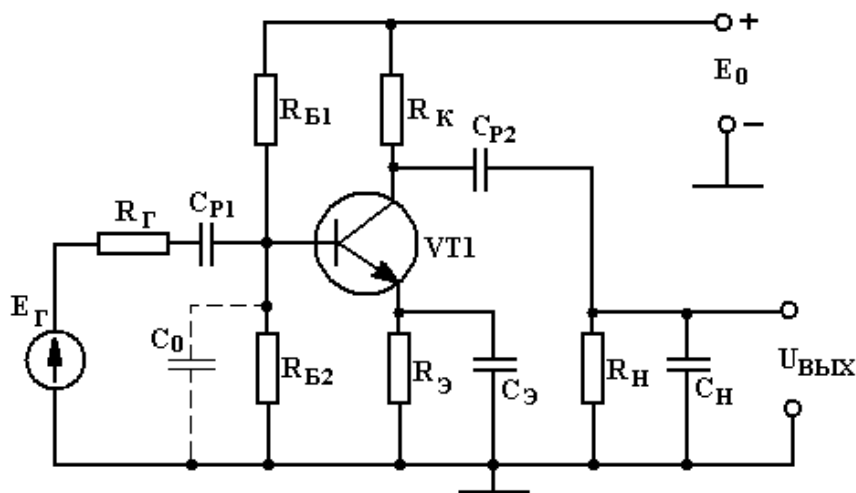

Рис.1. Резисторный каскад с общим эмиттером
1. Приводится принципиальная схема каскада (рис.1).